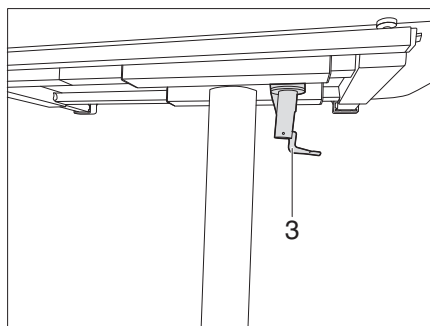

Fig. 115 Bloccare il tavolo ribaltabile
- Ruotare la leva di serraggio (Fig. 115,3) in senso orario. Il tavolo di sollevamento è bloccato e non può essere più spostato.